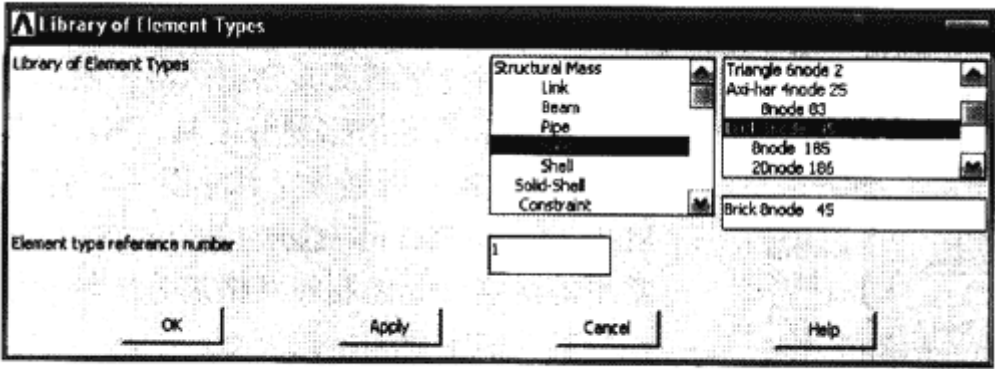

图 3-3 单元类型库对话框
- ②单击 Add...按钮，弹出 Library of Element Types 对话框，如图 3-3 所示。可以看到，列表框中列出了单元库中的所有单元类型。左侧列表框中显示的是单元的分类，右侧列表框为单元的特性和编号，选择单元时应该先明确自己要定义的单元类型，如 LINK、PLANE、BEAM 和 SOLID 等，然后从右边列表框中选择合适的单元。